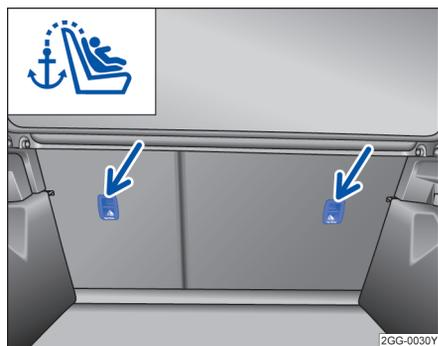

图 41 带顶部紧固绳的 ISOFIX 儿童座椅
- 将儿童座椅插到 ISOFIX 固定环上→图 41，直到听见儿童座椅的啮合声。
- 安装正向儿童座椅时，将座椅靠背尽可能向前调节，使其靠在儿童座椅上→图 41。
- 将顶部紧固绳固定到行李厢紧固环上→图 41。
- 带有 ISOFIX 装置和顶部紧固绳的儿童座椅上标有一个示意图→图 41。